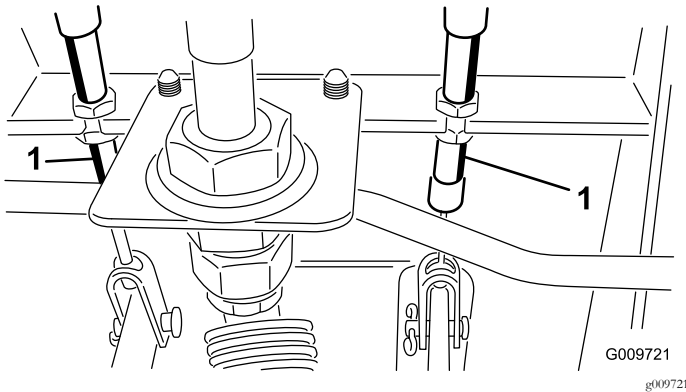

Figura 64
- A. Afloje la tuerca delantera del extremo roscado del cable de freno (Figura 64).